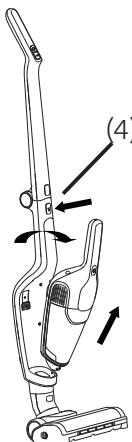
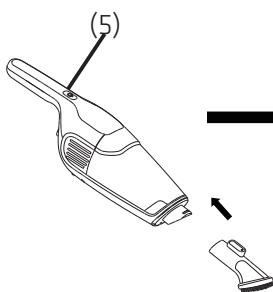

Fig. 4-2a
Fig. 4-2b
Tryck ned frigöringsknappen på underenheten (4) (se Fig. 4-2a), ta tag i underenhets handtag för att ta bort den genom att följa den visade pilen, och tryck sedan ned strömbrytaren på underenheten (5) (se Fig. 4-2b), underenheten går in i arbetsläge och du kan trycka på strömbrytaren (5) för att få den att stanna.